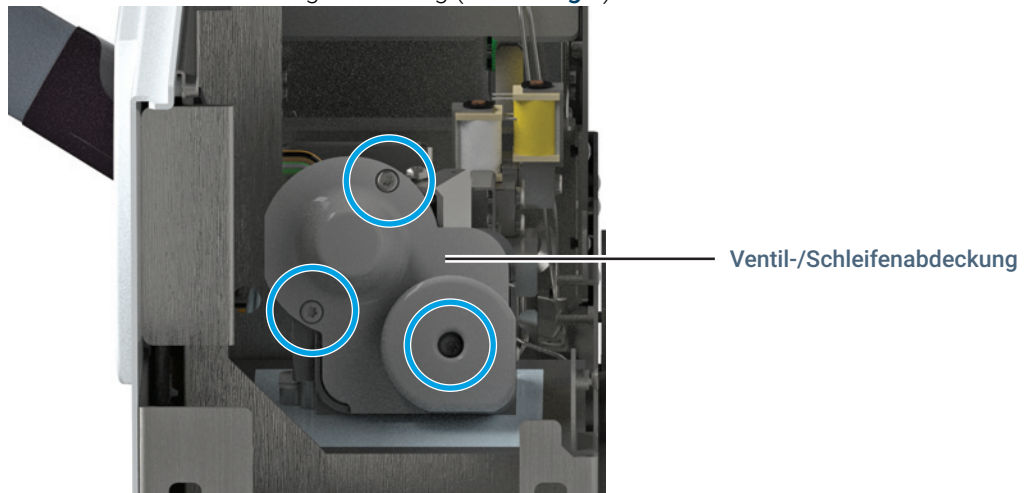

Abb.9. Ventil-/Schleifenabdeckung
- 4 Lockern Sie die drei unverlierbaren T-20-Torx-Rändelschrauben auf der Ventil-/Schleifenabdeckung vollständig (**Abbildung 9**).